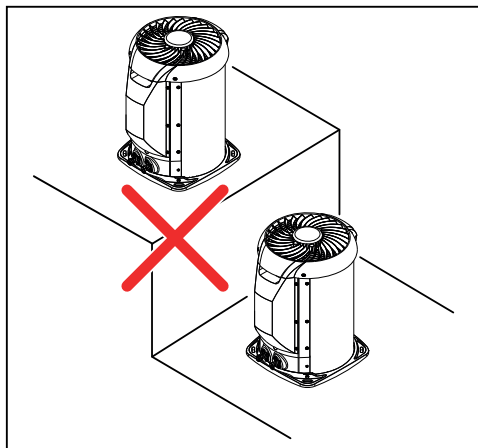

FIG. 6 - EVITAR INSTALAÇÃO EM DEGRAUS
- Recomenda-se **não** instalar a un. condensadora em degraus, para evitar que uma das unidades aspire o ar aquecido proveniente da outra (fig. 6).